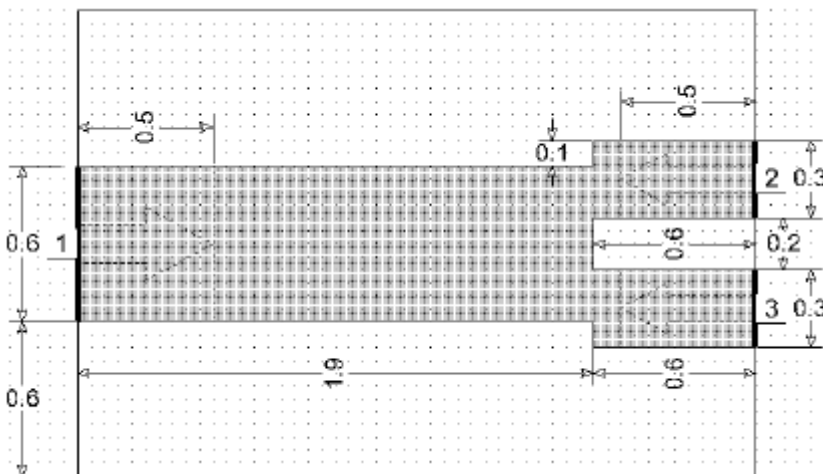

Рис. 1.1
2.6. Щелкните по значку **Polygon** на панели инструментов и создайте электромагнитную структуру, показанную на рис. 1.1.